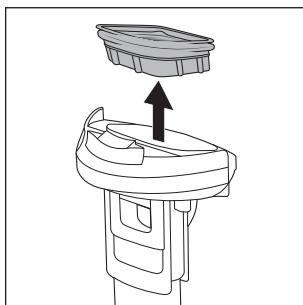

Fig. 24
- ♦ Para retirar el filtro **10** del depósito de agua sucia **2**, sujételo con los dedos en los orificios laterales situados junto al filtro de agua sucia **10** y tire de este hacia arriba para extraerlo de la tapa del depósito de agua sucia **9** (consulte la fig. 24).